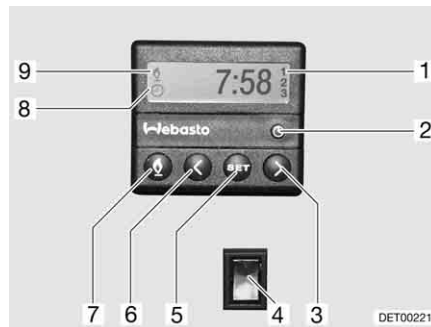

Fig. 199 Unidad de mando para la calefacción auxiliar
- Pulsar la tecla (Fig. 199,7). El funcionamiento de la calefacción se indica con el símbolo (Fig. 199,9). El ventilador apenas se conecta con una temperatura del agua de refrigeración de 30 °C.
- Pulsar la tecla (Fig. 199,7). Se apaga el símbolo (Fig. 199,9).
- Pulsar el interruptor (Fig. 199,4) por abajo. Se precalienta el motor. El ventilador se conecta inmediatamente.
- Pulsar el interruptor (Fig. 199,4) por arriba. El motor permanece frío.
- Pulsar la tecla (Fig. 199,2). El ajuste de la hora se indica con el símbolo (Fig. 199,8).
- Ajustar la hora con las teclas (Fig. 199,3 y 6).
- Pulsar la tecla (Fig. 199,5).
- Ajustar en 10 segundos el tiempo de conexión con las teclas (Fig. 199,3 y 6).
- Pulsar la tecla (Fig. 199,5) tantas veces como sea necesario hasta que aparezca en el display el número de programación (Fig. 199,1).